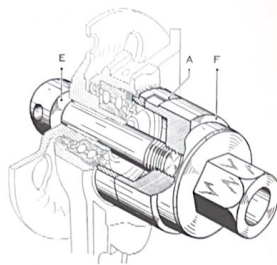

Fig. 5.6.—Utilización de la llave 3301-T para desarmar o enroscar el anillo-tuerca en el cubo de rueda delantera.
a) Con una broca de ϕ = 4 mm, taladrar la deformación de puntero que frena el anillo-tuerca (4). Retirar dicho anillo-tuerca por medio de la llave 3301-T con terminal 3304-T (fig. 5.6).
f) Atornillar y apretar el anillo-tuerca (4) con 35 a 40 m.kg (llave 3301-T y el terminal 3304-T, fig. 5.6). Frenarlo dándole tres golpes de puntero.
g) Colocar el cubo (2) en el rodamiento del pivote, por medio de un tubo que apoye, bajo presión, sobre la pista interior. (Tubo: ϕ exterior = 44 mm; ϕ interior = 36 mm; largo = 200 mm).